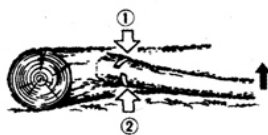

Fig. 15
- **TAGLIO DEI RAMI DEL TRONCO CADUTO:** Eseguire il taglio iniziale dal lato piegato e terminare segando dal lato opposto (Fig. 15).